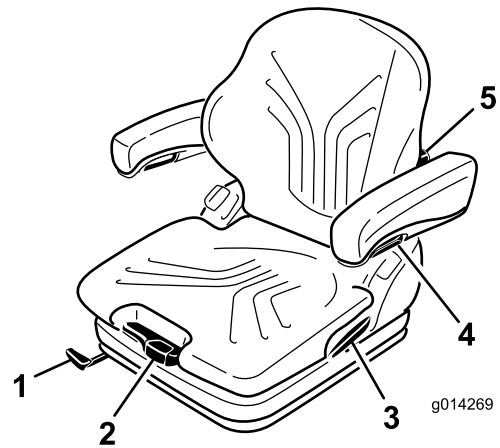

Figura 10
Ajuste el asiento para su peso presionando o tirando de la palanca de ajuste de peso (Figura 10).
1. Levante la palanca para desbloquear el asiento (Figura 10).
Gire el pomo de ajuste hacia arriba para ajustar la curvatura de la parte superior del cojín del respaldo. Gire el pomo hacia abajo para ajustar la curvatura de la parte inferior del cojín del respaldo (Figura 10).
Para ajustar la altura de los reposabrazos, separe el tapón redondo (Figura 10) de la tapa, afloje la tuerca hexagonal (13 mm) situada detrás de la misma; ajuste los reposabrazos a la posición deseada y apriete la tuerca. Vuelva a colocar el tapón en la tuerca.
Para ajustar el ángulo del reposabrazos, gire el pomo de ajuste (Figura 10).
Tire hacia arriba de la palanca de bloqueo para liberar el cierre del respaldo (Figura 10). Mientras suelta el cierre del respaldo, no aplique carga al respaldo haciendo presión sobre el mismo.